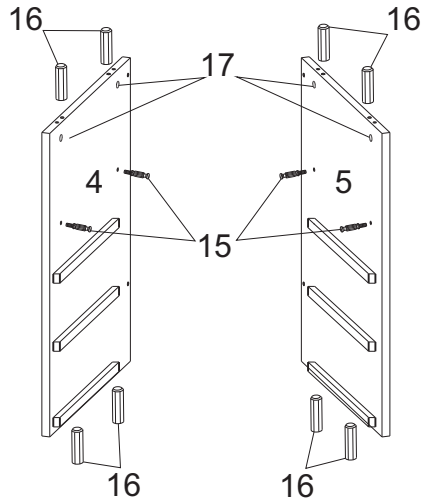

Рис.2
- Вкрутите дюбели-саморезы 15 в отверстия на деталях 1/2/3, 4, 5. (рис.2, 5)
- Вставьте эксцентрики 17 в отверстия на деталях 4, 5, 8 стрелками к торцевым отверстиям. (рис.2, 3)
- Вбейте шканты 16 в торцевые отверстия на деталях 4, 5, 6. (рис.2, 4)
- Приверните направляющие 25 к деталям 4, 5 евровинтами 20. (рис.2)